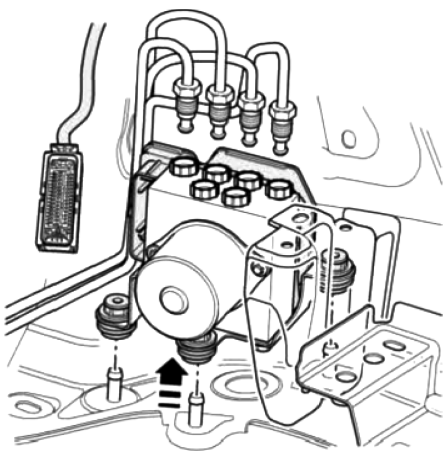

图 10-7 拆卸液压控制单元
16) 将液压单元及控制单元沿箭头方向向上从减振器中拉出，如图 10-7 所示。